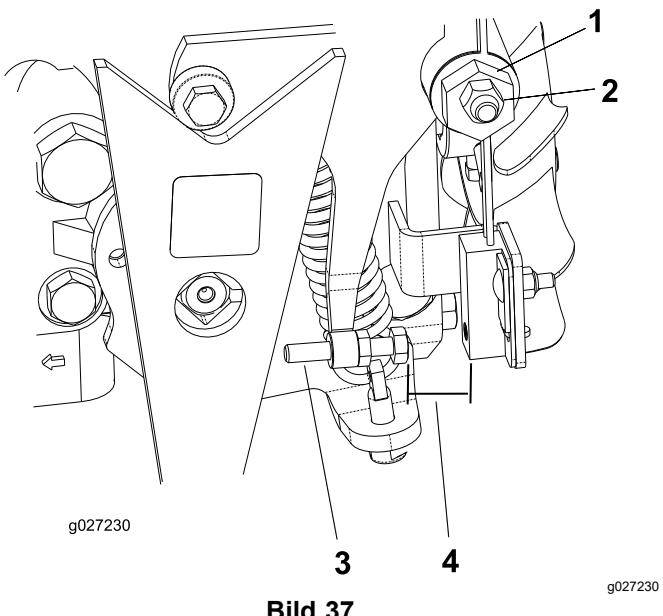

Bild 37
4. Lockern Sie die Sicherungsmutter an der Fahrantriebs-Einstellnocke (Bild 37).
5. Lassen Sie den Motor an und drehen das Sechskant (Bild 37) der Nocke in beide Richtungen, um die zentrale Stellung im Neutralbereich ausfindig zu machen.
3. Stellen Sie die Schraube ein, bis der Abstand  $\pm 0,8\text{--}2,3$  mm beträgt, siehe Bild 37.